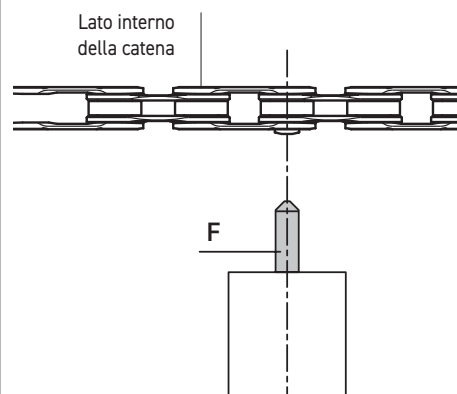

Fig.20
- Verificate che la punta conica dello spintore sia in asse con il centro della bussola **ULTRA-LINK 5-CN-RE500 (11s) / 5-CN-SR600 (12s)** (Fig.20).